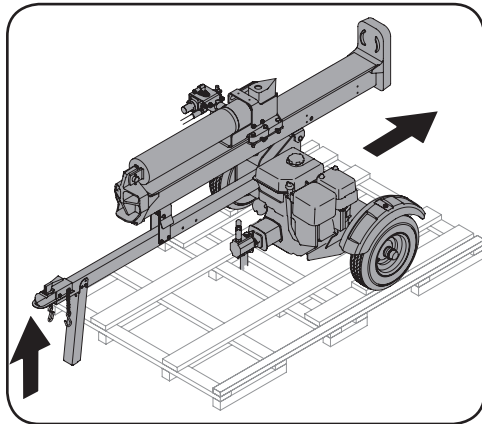

Figura 3-7
4. Mover con cuidado el separador de registro fuera de la caja levantando el tubo de la lengua, cerca del acoplamiento de enganche, y poco a poco empujando la máquina hacia atrás — en los dos mandriles rueda trasera — y de la parte posterior de la base del cajón. Consulte la Figura 3-7.